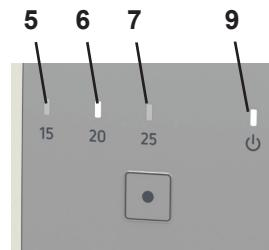

Fig. 4
- ◆ O indicador de funcionamento verde (9, Fig. 4) pisca de forma rápida.
- ◆ O indicador amarelo do limiar definido acende-se (5, 6, 7, fig. 4).
- ◆ O indicador de funcionamento verde (9, fig. 4) acende-se.
Desde que o fluxo volumétrico seja maior que o valor limite estabelecido, o indicador correspondente (5, 6, 7, Fig. 4) acende-se.